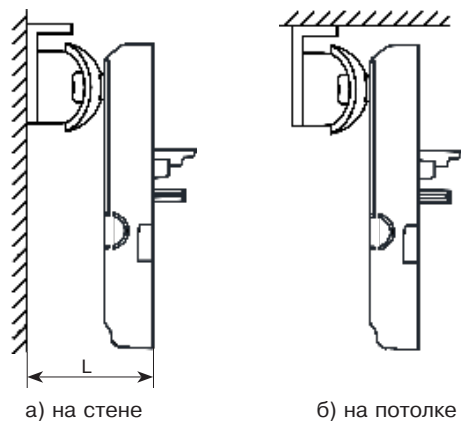

Рисунок 6 – Крепление извещателя с кронштейном
1. После закрепления извещателя на кронштейне повернуть корпус извещателя в вертикальной плоскости в соответствии с выбранной высотой установки, отмерив расстояние (L) от стены до края основания при снятой крышке (рисунок 6, таблица 4).